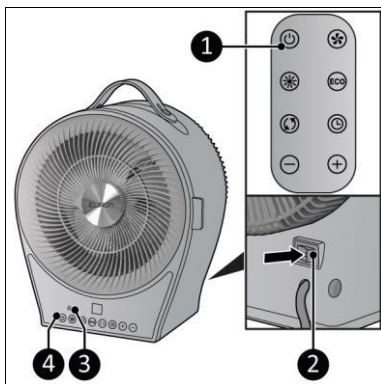

Figura 9
1. Asigurați-vă că întrerupătorul ON/OFF (PORNIT/OPRIT) se află în poziția ON (PORNIT) (Figura 9, poz. 2).
2. Apăsați butonul ON/OFF (PORNIT/OPRIT) de pe panoul de comandă (Figura 9, poz. 4) sau de pe telecomandă (Figura 9, poz. 1).
3. Indicatorul ON/OFF (PORNIT/OPRIT) (Figura 9, poz. 3) se aprinde.
1. Apăsăți butonul OFF (OPRIT) de pe panoul de comandă (Figura 9, poz. 4) sau de pe telecomandă (Figura 9, poz. 1).